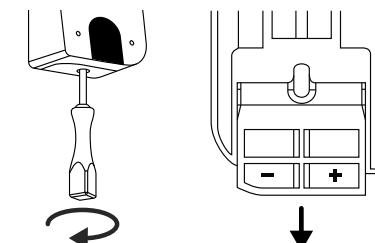

Afb. 1
- ① Boor drie gaten volgens de in de afbeelding aangegeven afmetingen. Gebruik een boor met een diameter van 6 mm (Afb. 1).